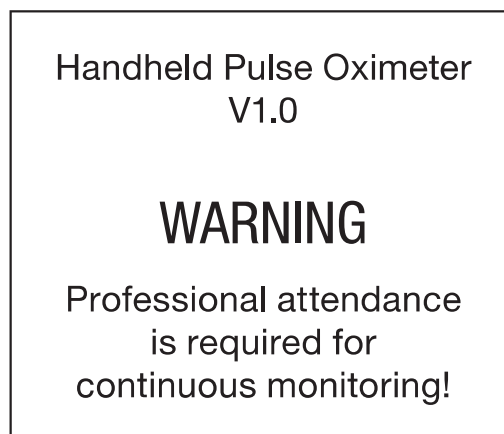

Abbildung 4.1
- » Langes Drücken „“ Strom/Links Taste für 1 - 2 Sekunden, dann wird das Oximeter eingeschaltet. Das Oximeter führt einen Selbsttest durch, und anschließend werden die Softwareversion und die Warnmeldung „Für die kontinuierliche Überwachung ist professionelle Hilfe erforderlich!“ auf dem Bildschirm angezeigt, wie in Abbildung 4.1 dargestellt (die aktuelle Version finden Sie auf Ihrem Oximeter).